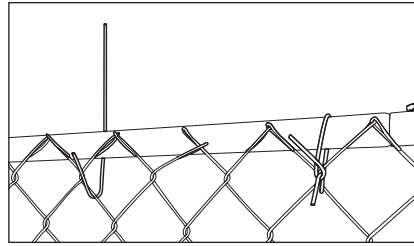

FIG. 12
4. Use cinchos metálicos (**K**) para fijar la malla de alambre a las partes superior, e inferior, a la puerta y a todos los lados de la perrera. Coloque los cinchos entre cruces del alambre (**FIG 12**). Fije la malla horizontal y verticalmente.